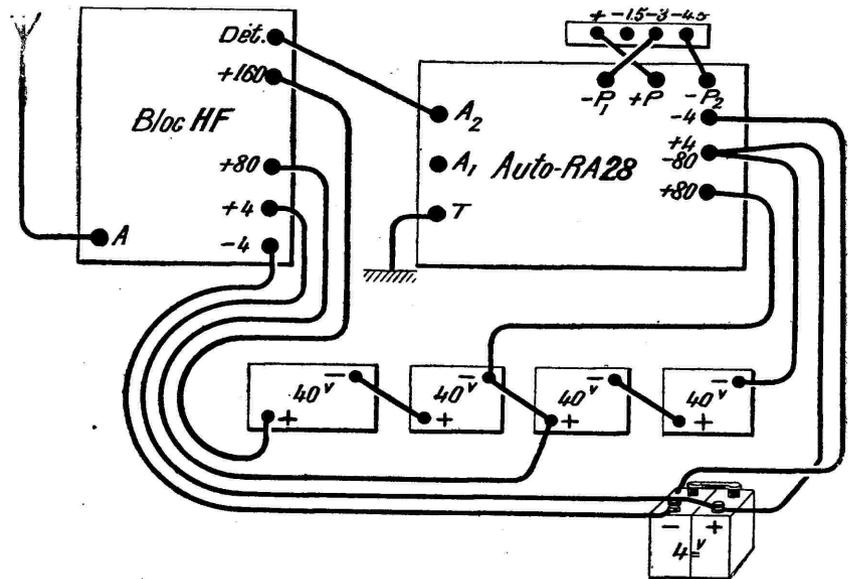

Fig. 4. — Adjonction du bloc H. F. avec lampe à grille-écran à l'Auto-R. A. 28
3. Plusieurs lecteurs demandent si l'on peut **ajouter le Bloc H. F. à grille-écran au récepteur Auto-R. A. 28**. Cette combinaison est tout à fait à conseiller, et très facile à réaliser. On connecte tout simplement « D » du bloc à « A₂ » du récepteur, « + 4 » du bloc à « + 4 - 80 » du récepteur, « - 4 » du bloc à « - 4 » du récepteur, et l'antenne à « A » du bloc (en laissant la terre sur la borne du récepteur). La figure 4 indique ces connexions, et la figure 5 le schéma qui en résulte. (Avec une très bonne antenne, il peut être légèrement préférable d'enlever la terre du récepteur et de la connecter au « - 4 » du bloc pour éviter la résistance du rhéostat dans le circuit antenne-terre : voir fig. 5 b).